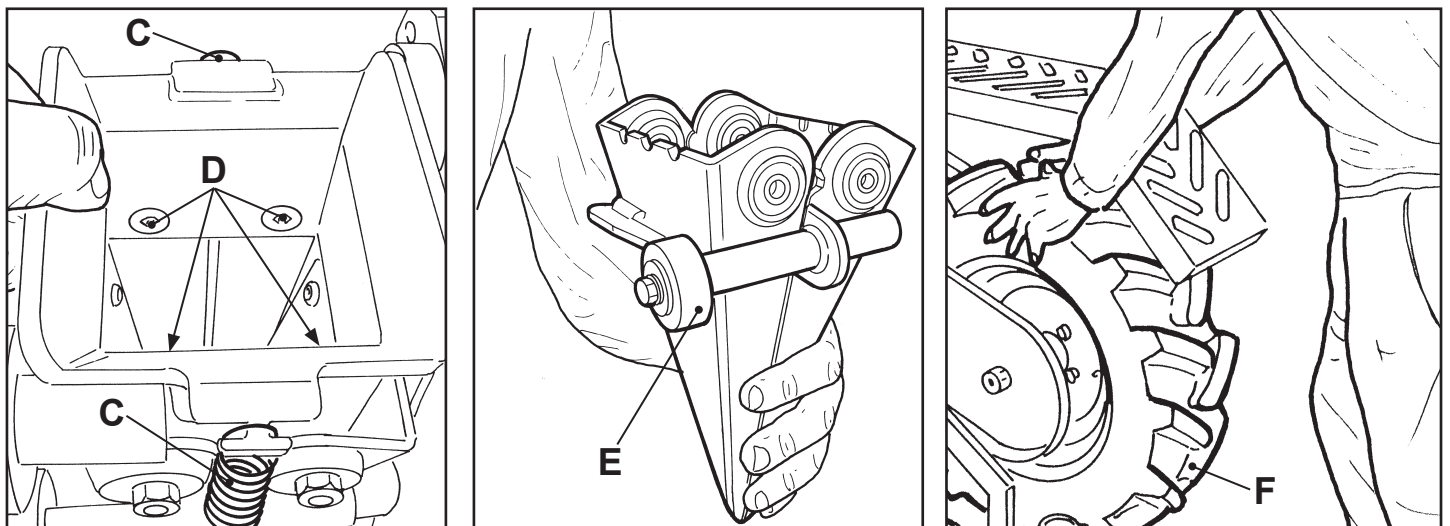

Fig. 2
- Décrocher les deux ressorts (C).
- Enlever les quatre vis (D) en desserrant préalablement les écrous.
- Enlever le couple d'éclisses (Fig. 2).
- Desenganche los dos muelles (C).
- Quite los cuatro tornillos (D), aflojando primero las tuercas.
- Extraiga la pareja de mordazas (Fig. 2).